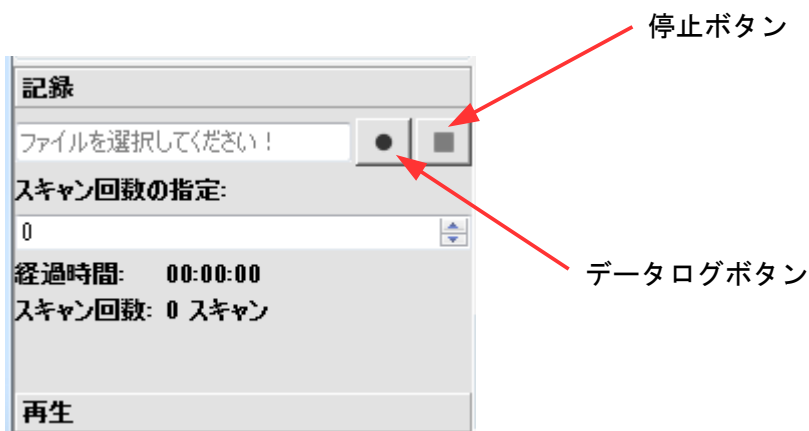

図7-57 記録2
- ファイル名、スキャン回数を設定する画面（図7-57）が表示されます。